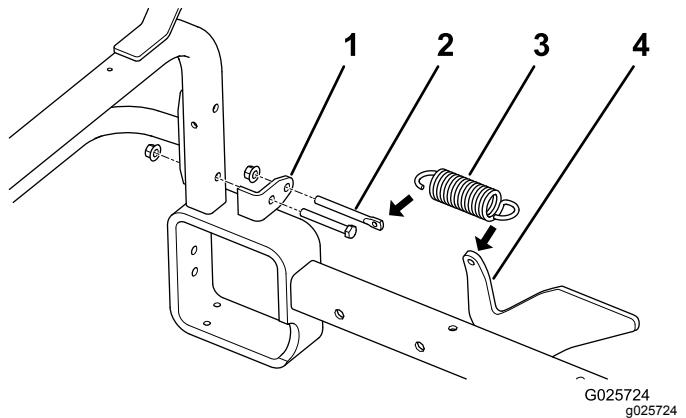

Figure 26
- 2. Retirez l'écrou et le boulon **inférieurs** qui fixent chaque support de montage du tube d'attelage aux tubes verticaux du cadre (Figure 26).
Remarque: Positionnez les supports de ressorts, comme montré à la Figure 26.